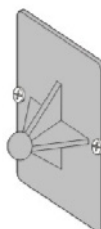

Fig. 14
4. Visser le support au mur comme indiqué sur la figure 14.